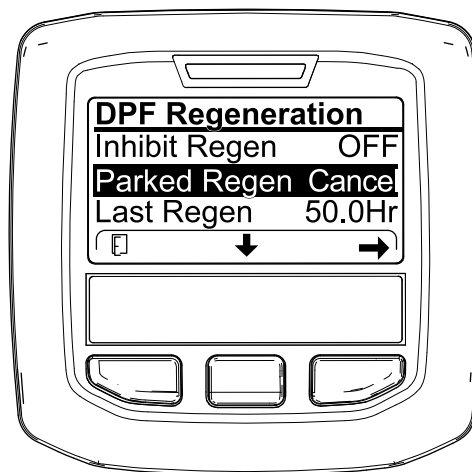
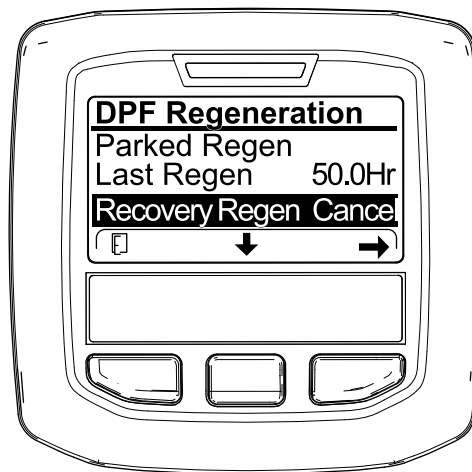

Figura 59
Figura 60
2. Pulse el botón central para desplazarse hacia abajo a CANCELAR REGENERACIÓN ESTACIONARIA (Figura 59) o CANCELAR REGENERACIÓN DE RECUPERACIÓN (Figura 60).
3. Pulse el botón derecho para seleccionar la opción Cancelar (Figura 59 o Figura 60).
1. Vaya al menú de Regeneración del DPF (Figura 59).